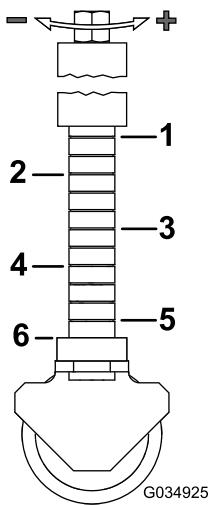

Figura 29
**Nota:** Fate riferimento a Figura 29 per le impostazioni dell'altezza di taglio.